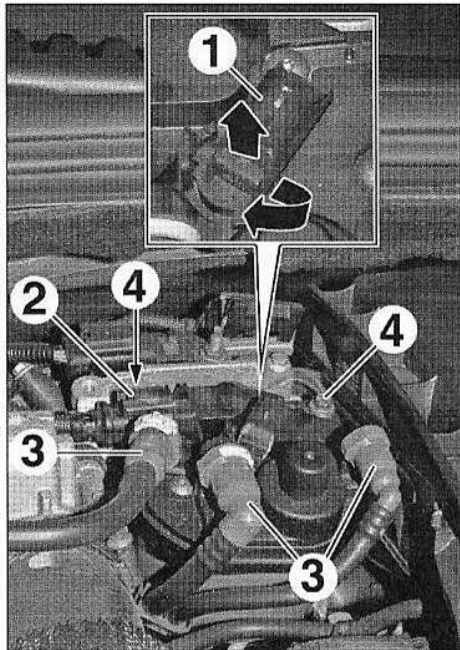

FIG.51
- Suivant l'équipement, débrancher le connecteur du capteur de présence d'eau dans le carburant (Fig.51).